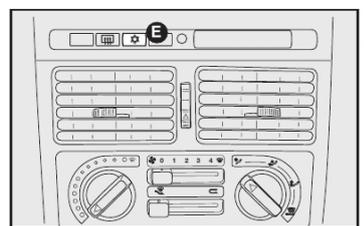

fig. 32
**E** - Botão para ligar o ar-condicionado **E-fig. 32**. Com o ar-condicionado ligado, o LED no botão **E** se acende.
4) Ligar o ar-condicionado apertando o botão **E-fig. 32**.
O ar-condicionado é muito útil para acelerar o desembaçamento, pois desumidifica o ar. É suficiente regular os comandos para a função de desembaçamento e ativar o condicionador, apertando o botão **E-fig. 32**.
1) Condicionador de ar ligado: botão **E-fig. 32**.